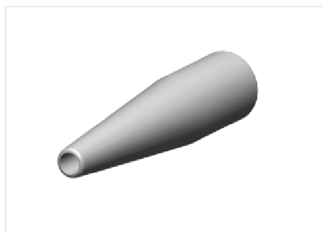
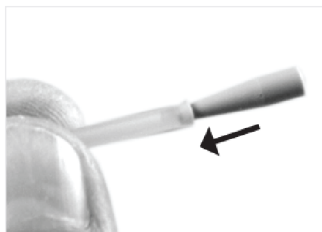

ABB. 6
ABB. 7
1. Das mitgelieferte konische Stück kann für die Verbindung des Kühlschlauchs mit dem Geräteschlauch nützlich sein (ABB. 6 & ABB. 7).